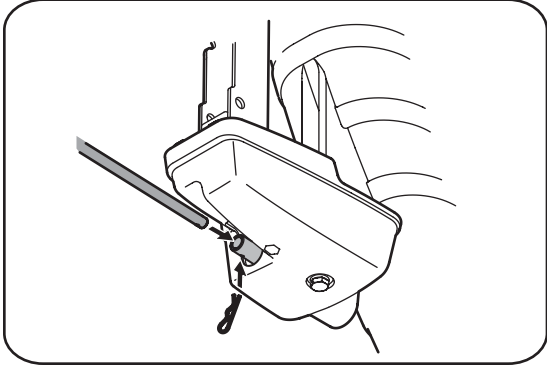

Figure 3-6
- Retirez la goulotte fendue et insérez la manivelle de commande de la goulotte dans le raccord sur l'ensemble de la commande de la goulotte. Voir la Figure 3-6.